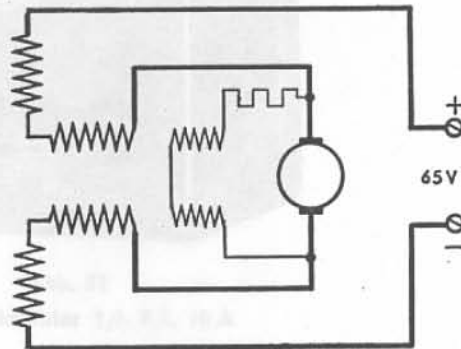

Abb. 50
- Stromerzeuger:** Verbundmaschine (Abb. 50).